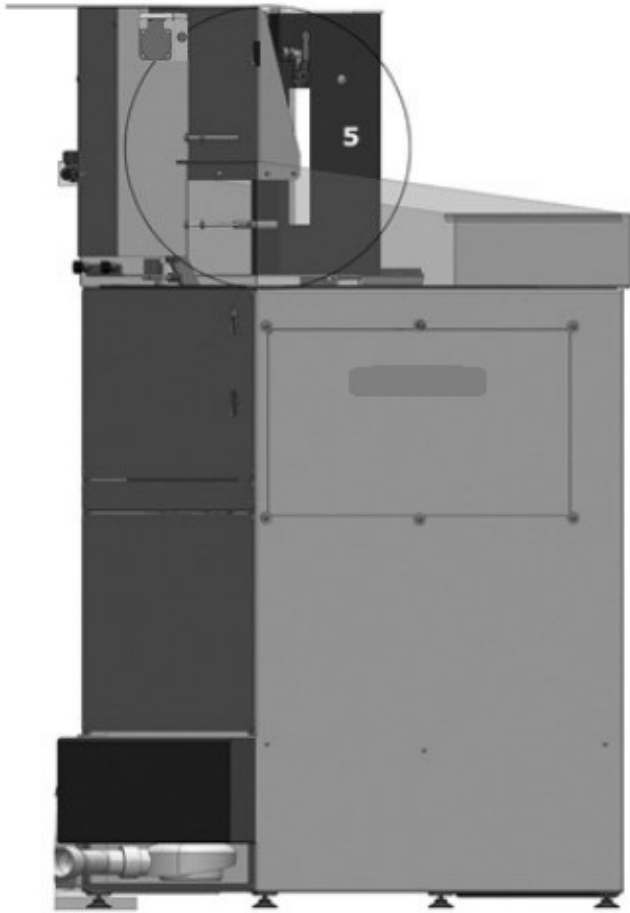

Fig. 5
- Fixer le TurboWash à gauche sur la paroi arrière du poste de lavage fig. 5, 6, 7 aux alésages prévus à cet effet.